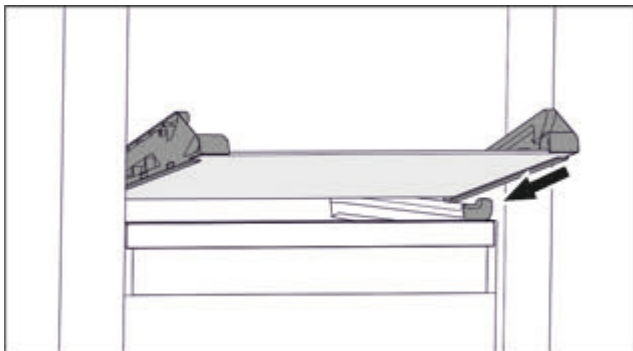

Fig. 67 Скляна пластину відкидного висувного ящика
- ▶ Встановити скляну пластину за стопорами навкоси. (див. Fig. 67)